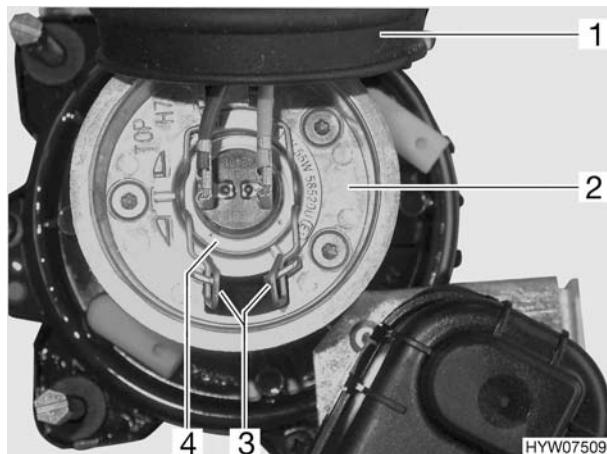

Fig. 195 Faro anabbagliante
- Togliere il copripolvere di gomma (Fig. 195,1) dall'involucro (Fig. 195,2).
- Stringere le staffe di metallo (Fig. 195,3) ed estrarre dai supporti.
- Estrarre dall'involucro la lampada ad incandescenza (Fig. 195,4) con il cavo.